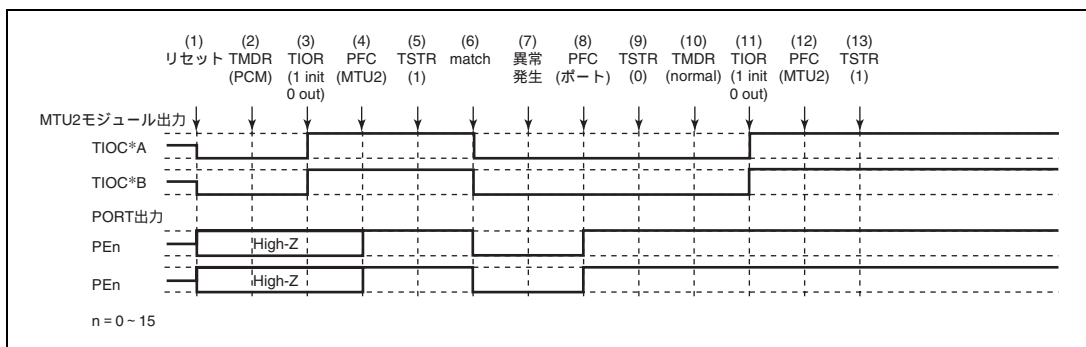

図 9.140 位相計数モードで異常が発生し、ノーマルモードで復帰する場合
位相計数モードで異常が発生し、再設定後ノーマルモードで再スタートする場合の説明図を図 9.140 に示します。
(1) ~ (9) は図 9.140 と共通です。
(10) PWM モード 1 を設定します。
(11) TIOR で端子を初期化してください (PWM モード 1 では TIOC\*B 側は初期化されません)。
(12) PFC で MTU2 出力としてください。
(13) TSTR で再スタートします。
(10) PWM モード 2 を設定します。
(11) TIOR で端子を初期化してください (PWM モード 2 では周期レジスタの端子は初期化されません)。
(10) 位相計数モードで再スタートする場合には必要ありません。
(11) TIOR で端子を初期化してください。